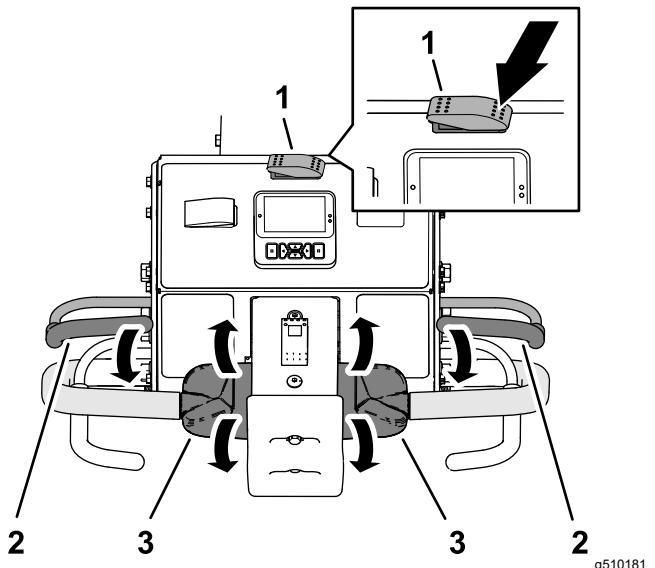

Figura 76
- Premete il lato sinistro dell'interruttore trasporto/arieggiatura selezionando TRASPORTO (Figura 76).
5. Stringete la maniglia destra o sinistra e la barra di presenza dell'operatore (Figura 76) e spingete la barra verso la maniglia.